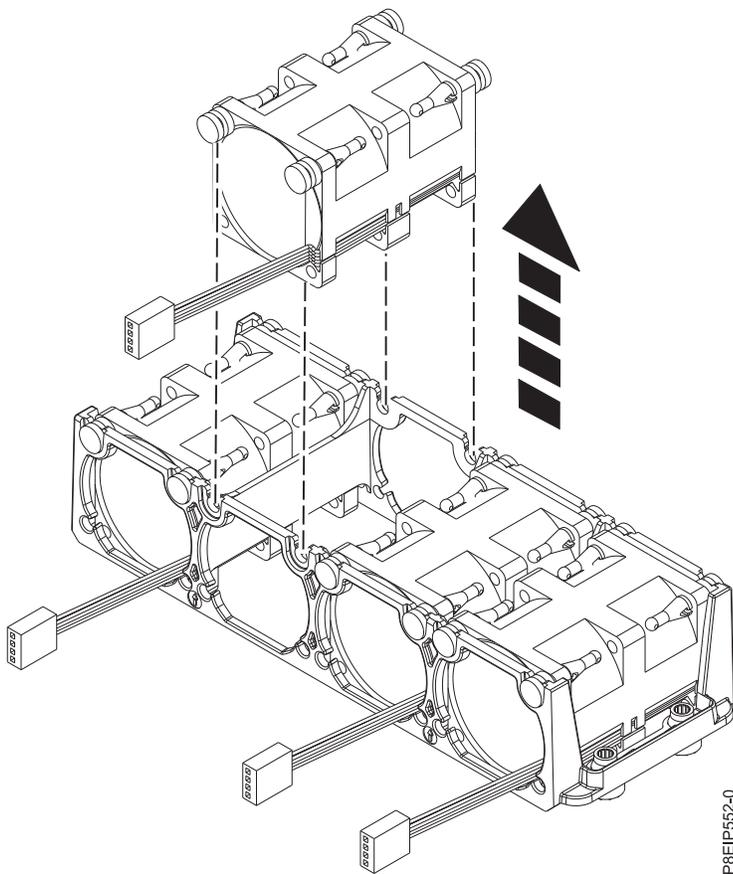

Figura 12. Removendo um Ventilador
4. Empurre o ventilador para cima do suporte, conforme mostrado na Figura 12 na página 16.